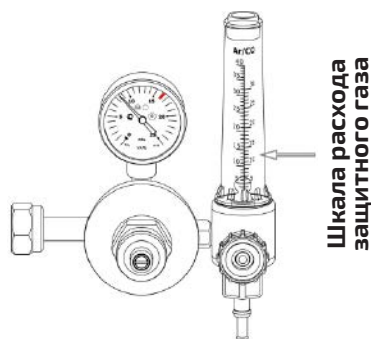

Рис. 9.1.4. Установка расхода газа.
6. С помощью регулятора (см. рис. 9.1.4) установите необходимый расход защитного газа (от 4 до 25 л/мин в зависимости от выполняемых задач или см. таблицу 10.10.3).